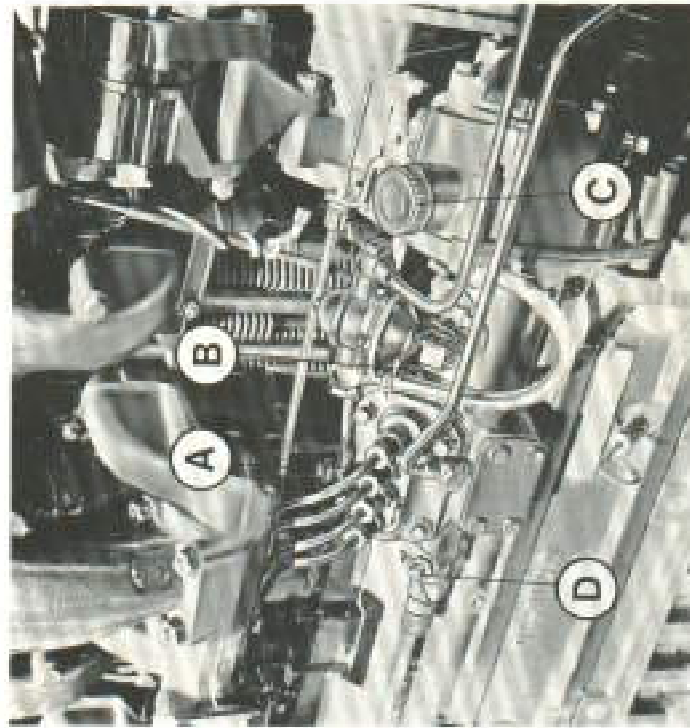

FIG. 17. A: Vite spurgo aria C: Tappo introduzione olio
Se necessario tramite il tappo aggiungere olio (C fig. 17).
E' applicata sul monoblocco e non necessita di cure particolari (B fig. 17).
- 2) azionare la pompa di alimentazione mediante l'apposita levetta (B fig. 17) sino a che il gasolio esce dalla vite di spurgo del filtro: privo di bolle d'aria;
- 3) chiudere la vite di spurgo del filtro (A fig. 18) ed allentare quella della pompa di alimentazione (A fig. 17);